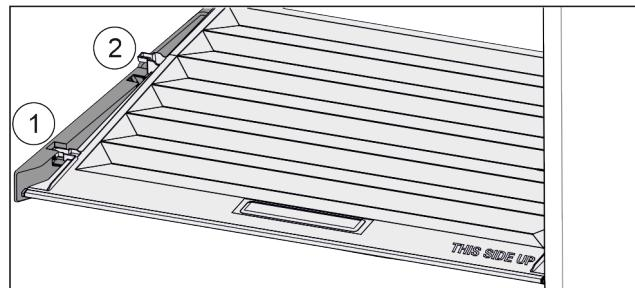

Fig. 124
- Trageți capacul în față Fig. 124 (1) până la orificiul din piesele suportului.
- Ridicați în spate de jos și scoateți Fig. 124 (2) în sus.